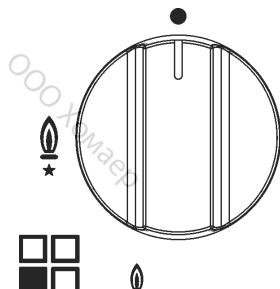

РИС. 1
Нажать и повернуть против часовой стрелки ручку, соответствующую используемой конфорке, установить ее в положение Максимум (большое пламя рис. 1) и нажать ручку до упора.
Для розжига конфорок, оснащенных системой газ-контроль, следует повернуть против часовой стрелки ручку, соответствующую используемой конфорке, установить ее в положение Максимум (большое пламя рис. 1), пока она не сможет поворачиваться дальше, а затем нажать ручку и произвести розжиг, как описано выше.
- После закипания переведите ручку в положение Минимум (маленько пламя рис. 1).
- **режиг конфорок с предохранительной термопарой (системой "газ-контроль") можно произвести только если ручка установлена в положение Максимум (большое пламя рис. 1).**